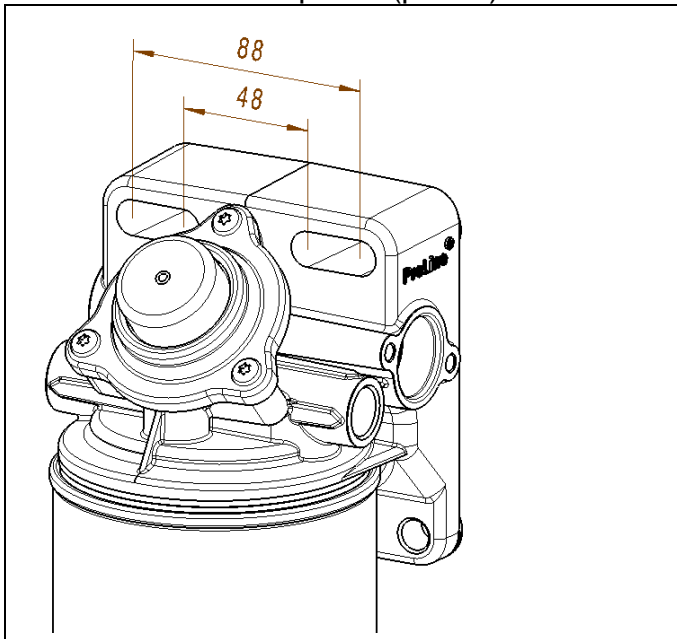

Рис. 2. Расстояние между продольными отверстиями 50 – 87 мм
- Найти отверстия по расстояниям (если отверстия уже имеются) или изготовить отверстия (рис. 2).